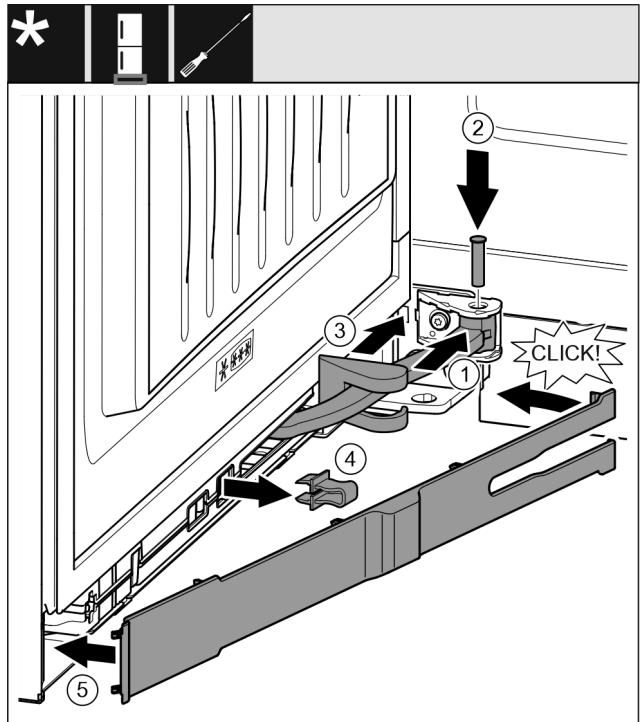

Fig. 41
- ▶ Obrócić przegub Fig. 41 (1) w mocowaniu.
- ▶ Umieścić sworzeń Fig. 41 (2) w mocowaniu i przegubie przy użyciu śrubokręta. Zwrócić przy tym uwagę, aby krzywka zatrzaskowa została prawidłowo umieszczona w rowku.
- ▶ Przesunąć ostonę płytki zawiasu Fig. 41 (3) wzdłuż przegubu i zamontować nad mocowaniem.
- ▶ Zdjąć zabezpieczenie Fig. 41 (4).
- ▶ Założyć zaślepkę Fig. 41 (5) od strony uchwytu i przechylić.